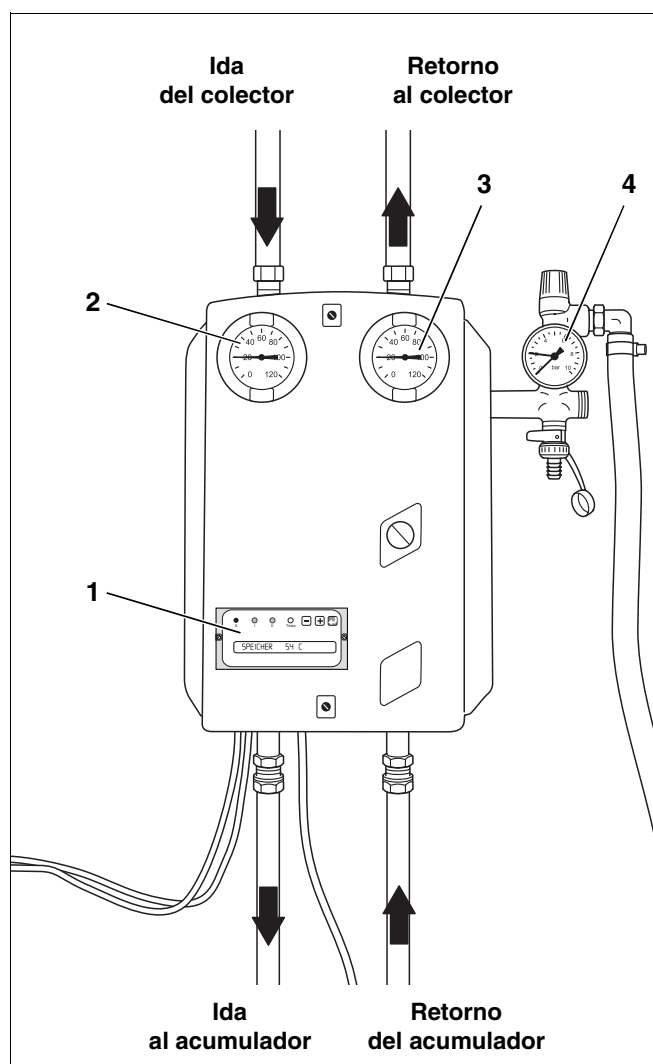

Fig. 2 Estación solar KS (aquí: KS 01.. R con aparato regulador integrado)
- Compruebe después de un fallo de red o tras una ausencia prolongada la presión de la instalación en el manómetro (fig. 2, **pos. 4**) de la estación solar (véase capítulo 5.3 "Control de la presión de la instalación y, si fuera necesario, nuevo ajuste", página 13).
- Aparato regulador (fig. 2, **pos. 1**)
- Termómetro (fig. 2, **pos. 2 y 3**)
- Manómetro (fig. 2, **pos. 4**)